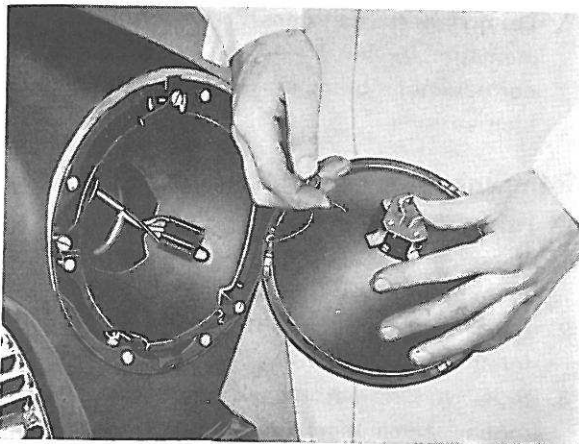

Figure 81. Mise en place de l'ampoule (codes symétriques)
4. Si la voiture est équipée de codes symétriques, enlever le ressort du porte-lampe comme le montre la figure 81.